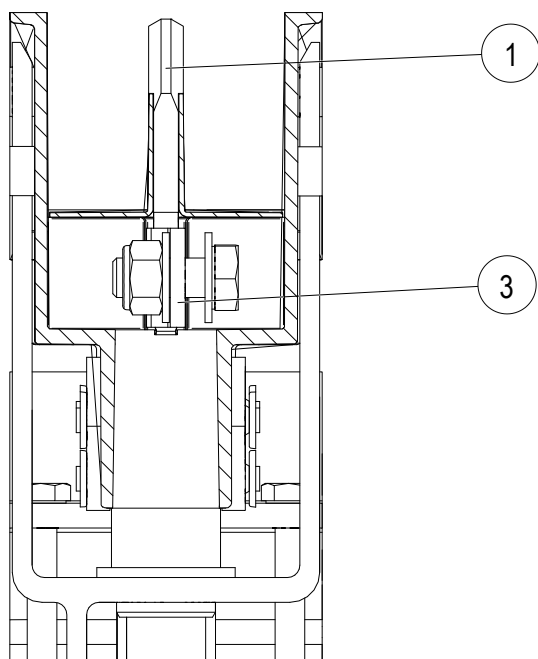

Abb. 124: Schleifkontakt (Pos. 1) sitzt im Kontaktblech (Pos. 3)
- Der Schleifkontakt (Pos. 1) muss zwischen das Kontaktblech (Pos. 3) eingesetzt werden und darf nicht neben dem Kontaktblech sitzen (siehe Abb. 124).